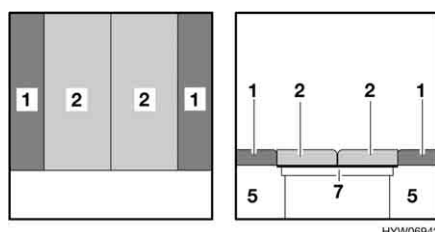

Fig. 54 Dopo la trasformazione
- Piazzare i cuscini dello schienale (Fig. 54,1) tra i cuscini del divano (Fig. 54,2) e la parete esterna.